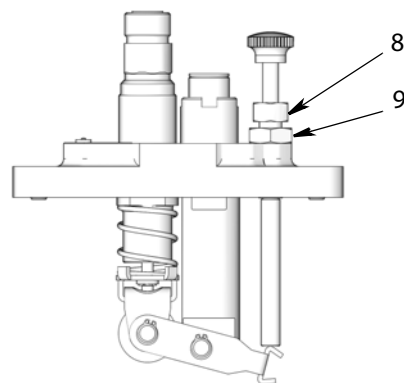

Рис. 9
Объемная подача насоса регулируется внешним регулировочным винтом (8) (Рис. 9). Поворот регулировочного винта изменяет длину хода поршня, который изменяет нагнетаемый объем насоса.
1. Ослабьте контргайку регулировочного винта (9) (Рис. 9).
2. Поворачивайте регулировочный винт (8) (Рис. 9).
3. **Только для моделей с подачей всасыванием и с гравитационной подачей.** С помощью смазочного прибора посчитайте, сколько капель упало из каплеуловителя (4) в смотровой колодец (2) за одну минуту.
- После настройки насоса в соответствии с требуемой спецификацией затяните контргайку регулировочного винта (9) (Рис. 9).
Количество капель, падающих в смотровой колодец, равно количеству масла, нагнетаемого насосом. Объемную подачу насоса можно отрегулировать с помощью регулировочного винта (8) (Рис. 9) для изменения хода поршня. (См. раздел «Регулировка насоса».)